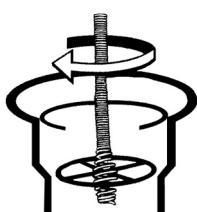

Figura 1
- Pase la punta del cable por la cruceta en el acceso (Figura 1).